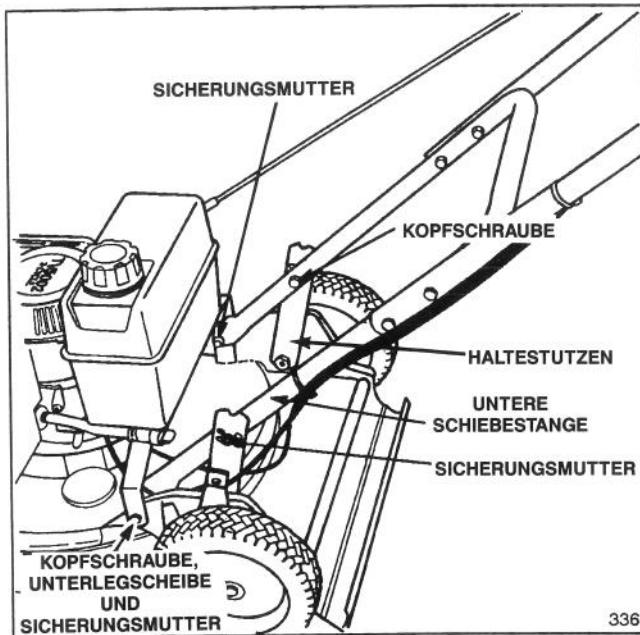

Abbildung 1
- 1. UNTERE SCHIEBESTANGEN** (Abb. 1)—Untere Schiebestangen an der Innenseite des Gehäuses mit 51 mm langen Kopschrauben, Unterlegscheiben und Sicherungsmuttern befestigen. Die Unterlegscheibe paßt zwischen die Schiebestange und das Mähergehäuse.